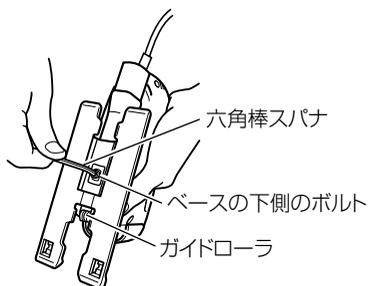

図 3-3
- (2) ベース下側のボルトを付属の六角棒スパナでゆるめ、ガイドローラを後方へずらします。同じ六角棒スパナでブレード止めボルトをゆるめます。(図 3-3、3-4)